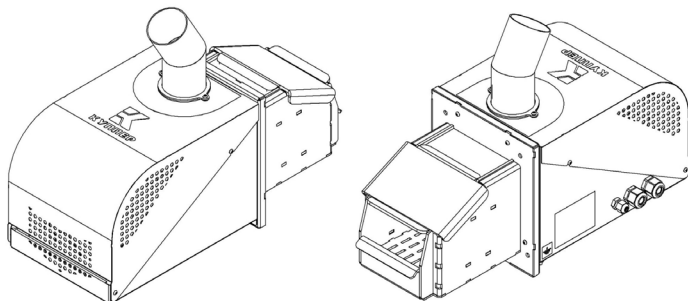

Рисунок 21 — Горелочное устройство (без двери)
**5 этап. Сборка горелки и монтаж ее на стороне оборудования (см. рисунок 21)**